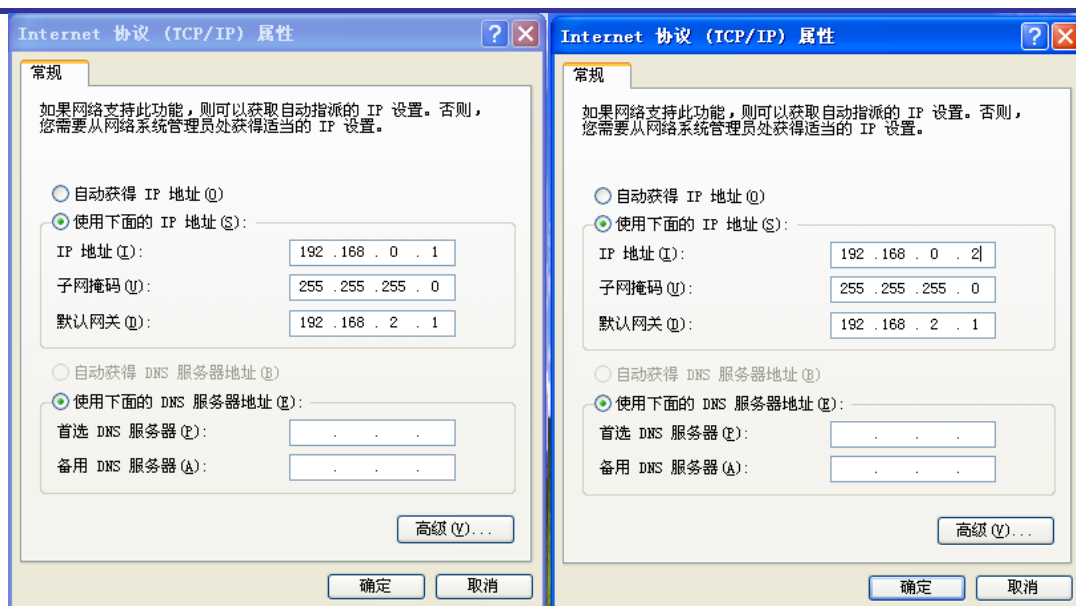

图 7-12 IP 设置对话框
- (1) 将本地计算机“..\Microsoft Visual Studio 8\Common7\IDE\Remote Debugger\x86”这个文件夹拷贝到远程计算机端。
- (2) 将本地计算机与远程计算机用网线连起来，并设置一下两台计算机的 IP，使得两台计算机可以相互 ping 通。如果 ping 不通，请检查 IP 设置，并关闭两台计算机的防火墙。本地计算机 IP 设为 192.168.0.1，子网掩码 255.255.255.0，默认网关为 192.168.2.1；远程计算机 IP 设为 192.168.0.2，子网掩码 255.255.255.0，默认网关为 192.168.2.1。IP 设置对话框如图 7-12 所示，左边为本地计算机，右边为远程计算机。